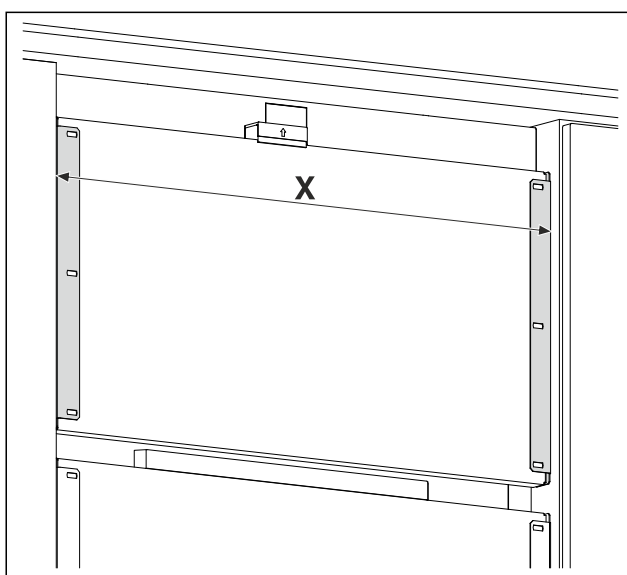

Fig. 17 Ilustrační zobrazení
- Změřte vzdálenost Fig. 17 (X) mezi vnějšími hranami přídržných úhelníků.